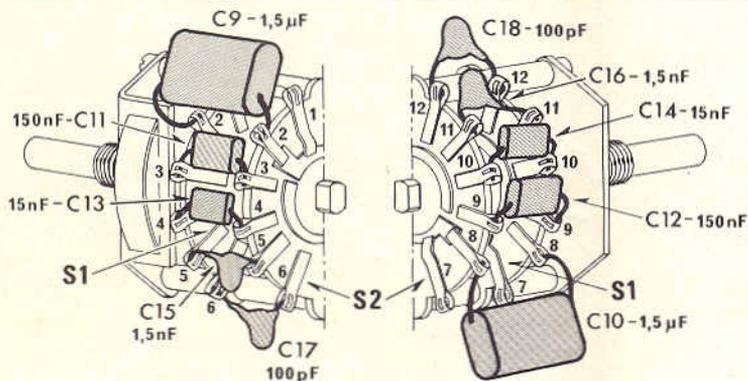

Fig. 5 - Montaggio dei condensatori sul commutatore SW2.
- Montare i condensatori sul commutatore SW2 — fig. 5 —.